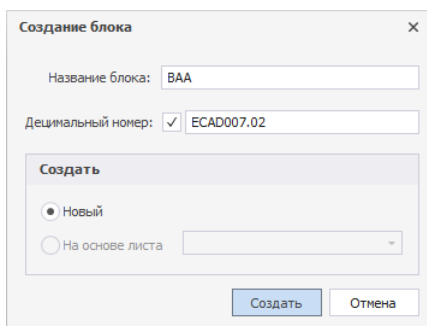

Рис. 242 Окно «Создание блока»
3. На экране отобразится окно «Создание блока», см. Рис. 242. В поле «Название блока» необходимо задать имя блока.